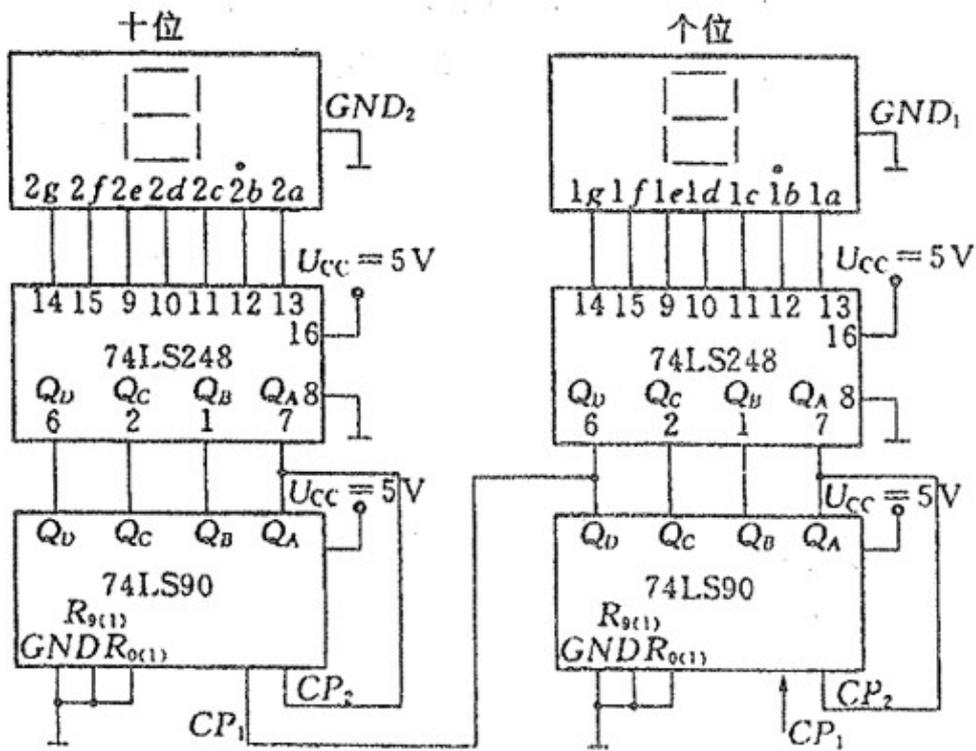

图 5.11: 两位二十进制计数、译码、显示
5. 按实验图 5.11 所示,把实验箱上的 Q1、Q2、Q3、Q4 和 74LS90 的 Q1、Q2、Q3、Q4 联接起来,输入 1Hz 脉冲,观察显示器显示结果。若把各位的 RBI 接地, BI/RBO 接个位的 RBI,重复上述过程,观察显示结果。
6. * 对图 5.11 的实验做改进,使它成为 12 进制,显示规律为 1、2、3、4……9、10、11、12、1、2、……即从 12 不是返回到 0,而是返回到 1。
5. 按实验图 5.11 所示，把实验箱上的 Q_1 、 Q_2 、 Q_3 、 Q_4 和 74LS90 的 Q_1 、 Q_2 、 Q_3 、 Q_4 联
6. * 对图 5.11 的实验做改进，使它成为 12 进制，显示规律为 1、2、3、4……9、10、11、12、1、2、……即从 12 不是返回到 0，而是返回到 1。